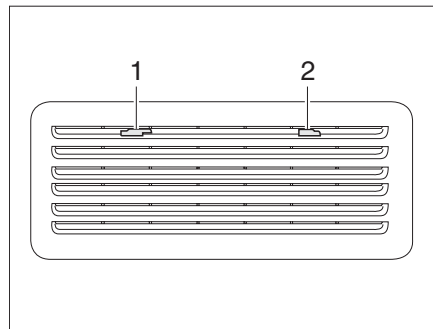

Bild 266 Kylskåpets ventilationsgaller (Thetford)
- Skjut spärren (Bild 266,1) till mitten.